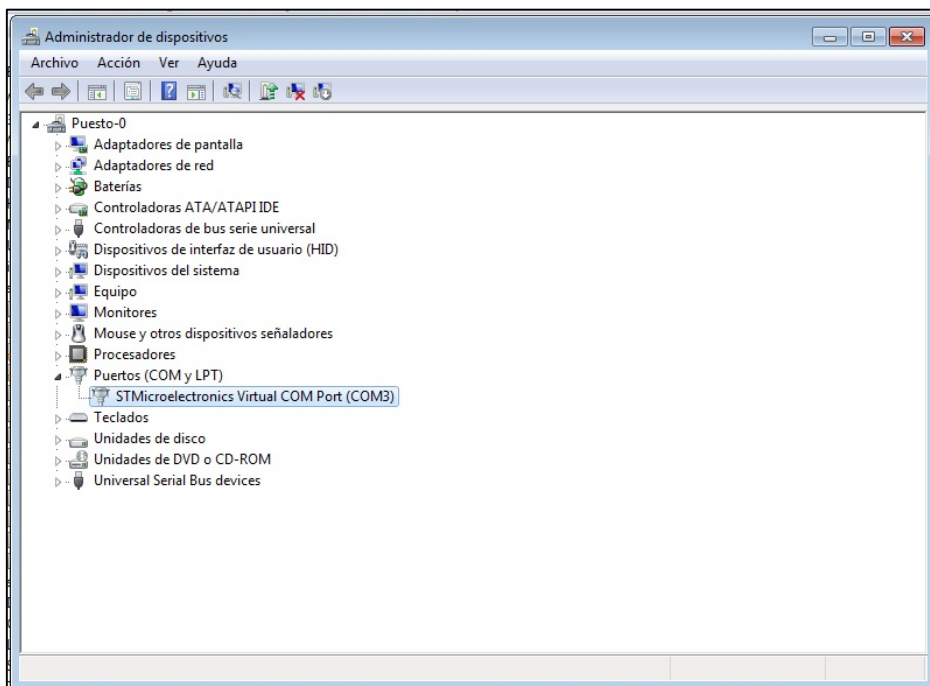

Figura 23: Administrador de dispositivos de Windows 7
5. Si la opción de la figura 23 no está disponible, intentamos solucionar con la recomendación 1.